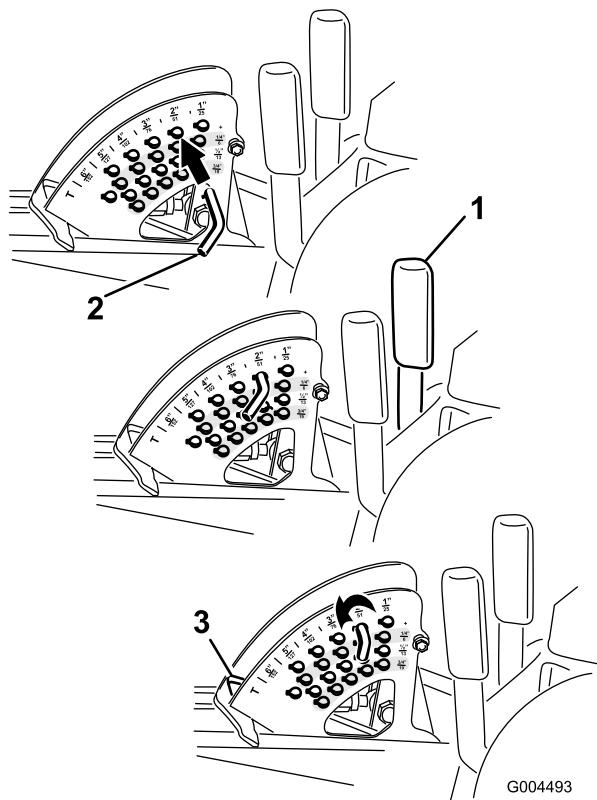

Figura 24
Nota: Per bloccare il piatto di taglio in posizione sollevata, sollevate lo oltre la posizione di 15 cm, togliete la spina di fermo dell'altezza di taglio (vedere Regolazione dell'altezza di taglio) e inseritela nella posizione dell'altezza di taglio di 15 cm (Figura 24).
1. A motore acceso, tirate indietro la leva di sollevamento del piatto di taglio fino a sollevarlo completamente, e **rilasciate immediatamente la leva** (Figura 24).
2. Per regolare, girate la spina di arresto fin quando la spina interna non è allineata con gli intagli previsti nei fori della staffa dell'altezza di taglio, e toglietela (Figura 24).
3. Nella staffa dell'altezza di taglio scegliete un foro corrispondente all'altezza di taglio richiesta, inserite la spina e bloccatela per mantenere questa posizione (Figura 24).
Nota: Vi sono quattro file di fori di posizionamento (Figura 24). La fila superiore fornisce l'altezza di taglio elencata sopra la spina. La seconda fila fornisce l'altezza elencata più 6 mm. La terza fila fornisce l'altezza elencata più 12 mm. La fila inferiore fornisce l'altezza elencata più 18 mm. La posizione di 15,8 cm ha un solo foro, situato nella seconda fila, che non aggiunge 6 mm alla posizione di 15,8 cm.